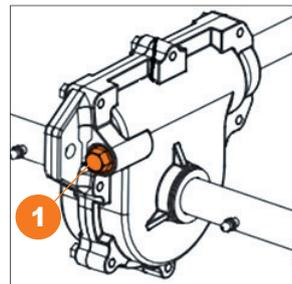

Рис. 32
- Во время обслуживания редуктора самостоятельно, снимите заглушку или открутите болт-заглушку **1**, добавьте 30-50 гр. консистентной смазки и установите заглушку на место (Рис. 32).